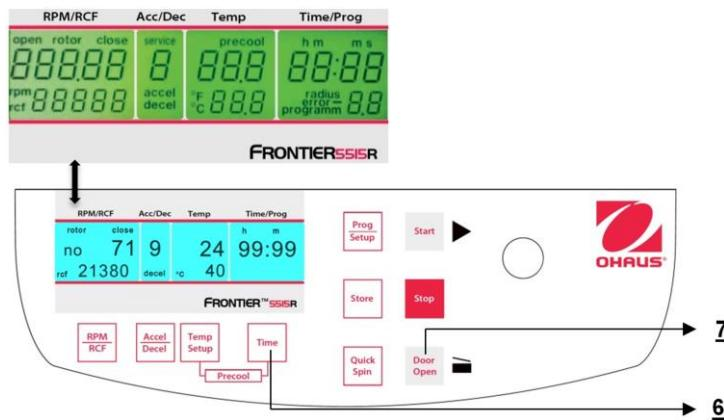

Figura 29
Cuando la centrífuga está apagada, presione al mismo tiempo los botones "Time"(6) y "Door Open" (7) y encienda el interruptor principal de la centrífuga. Ahora suelte ambos botones y como resultado se ejecuta una prueba de pantalla durante aproximadamente 5 segundos. Todos los indicadores aparecerán al mismo tiempo (vea la Figura 29).